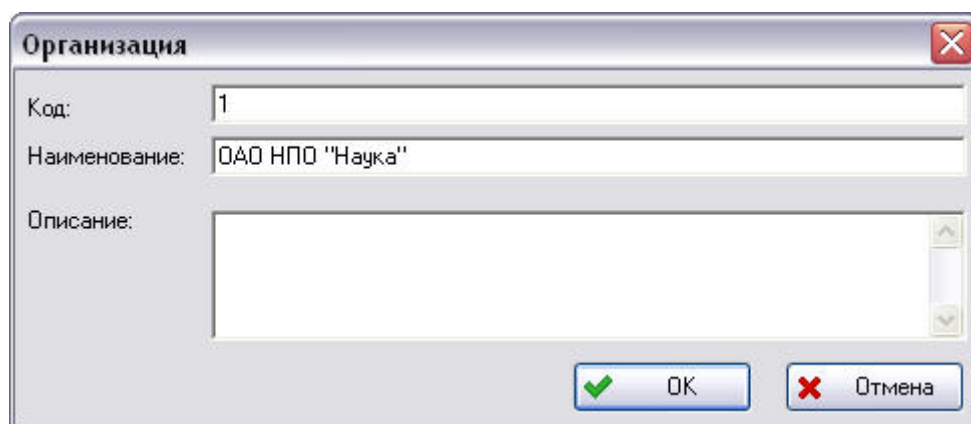

Рис. 3-2
1. В верхней правой части окна нажмите на кнопку **Добавить**. При этом появится диалоговое окно **Организация** (рис. 3-2).